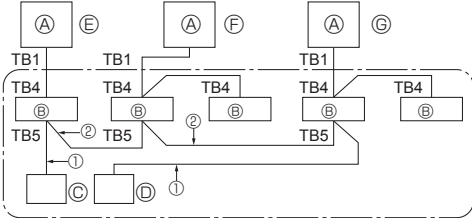

Fig. 9-1
- ④ Mettre hors tension (coupe-circuit).
9. Contrôle du système (Fig. 9-1)